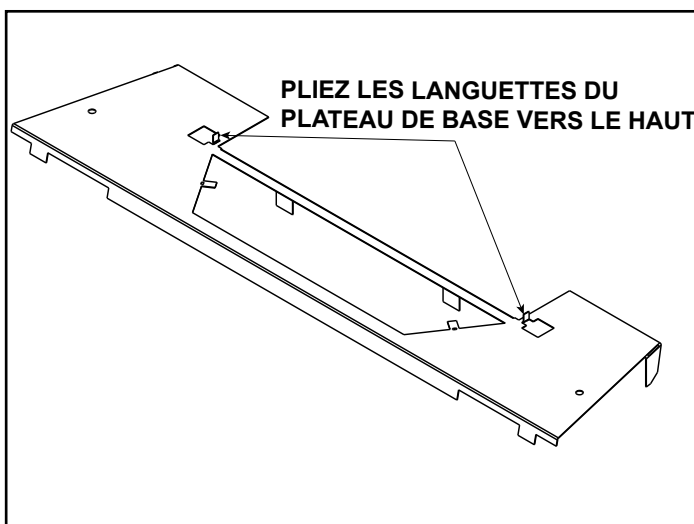
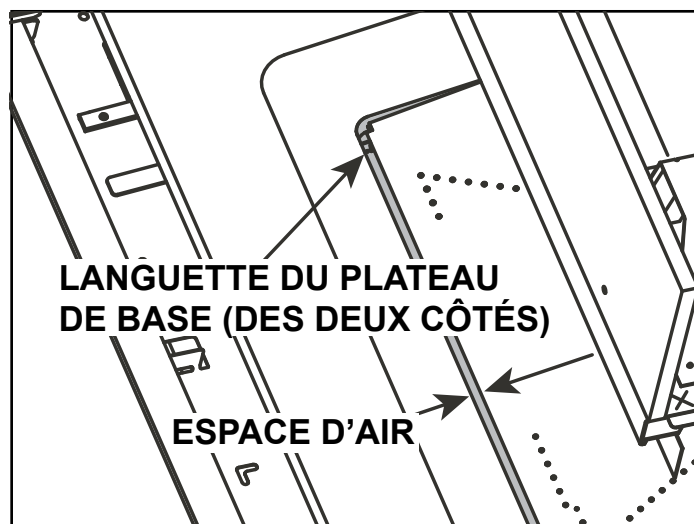

Figure 2 Pliez la languette du plateau de base
Figure 3 Plateau de base installé
1. Vérifiez que le plateau de base est positionné aussi loin que possible vers l'avant. Pliez les languettes gauche et droite du plateau de base à 90 degrés, comme indiqué dans la figure 2. Le fait de plier les languettes du plateau de base vers le haut crée un espace d'air nécessaire entre le brûleur et le réfractaire de base, comme le montre la figure 3. Installation du réfractaire de base.